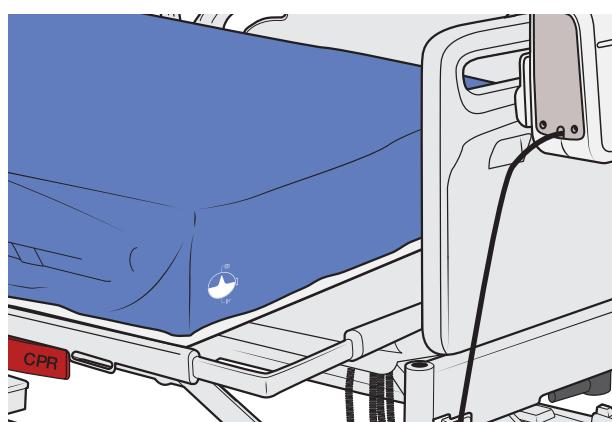

Figura 34
- Asegúrese de que las válvulas de los almohadones estén colocadas en la parte extendida de cualquiera de los lados de la cama (solo para el colchón Auralis Plus). Véase la figura 34.